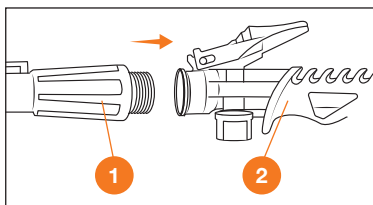

Рис. 5
5. Присоедините телескопическую штангу **1** к рукоятке управления **2** и вкрутите её по часовой стрелке (Рис. 5).